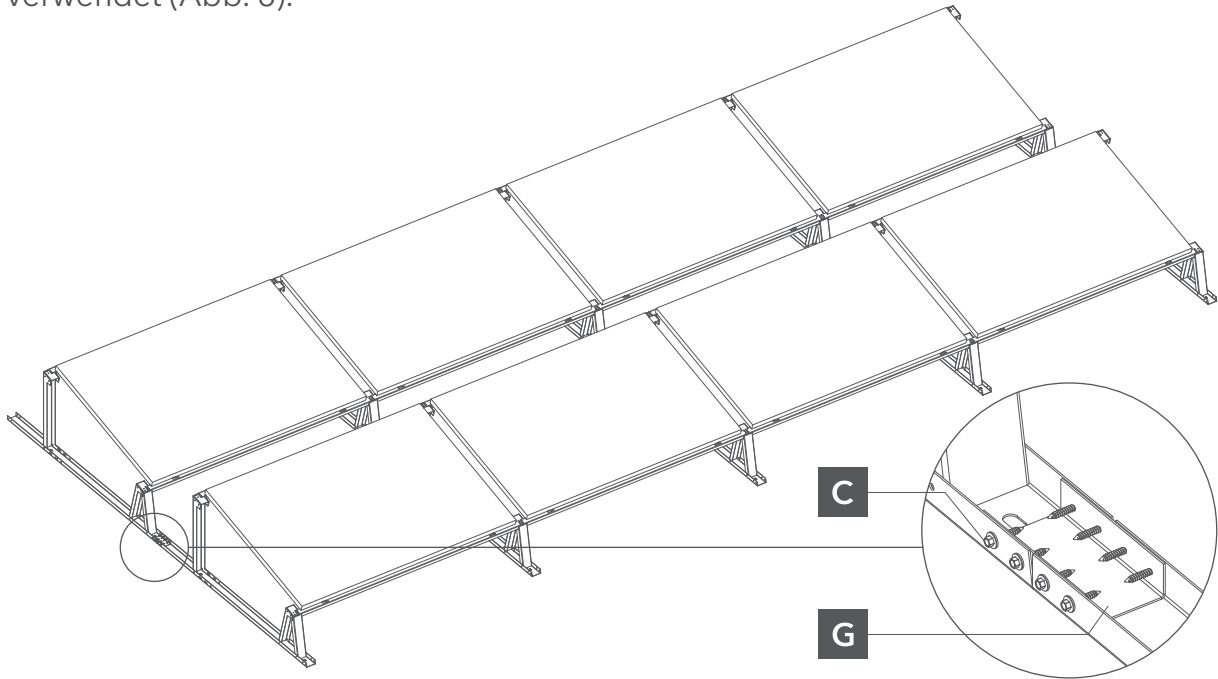

Abb. 6. Verbinden der Montagetriangel mit einem Verbindungsstück.
- 3** Wenn es zwei oder mehrere Reihen von Photovoltaikmodulen gibt, müssen die Montagetriangel verbunden werden, indem man einen Verbindungsstück verwendet (Abb. 6).